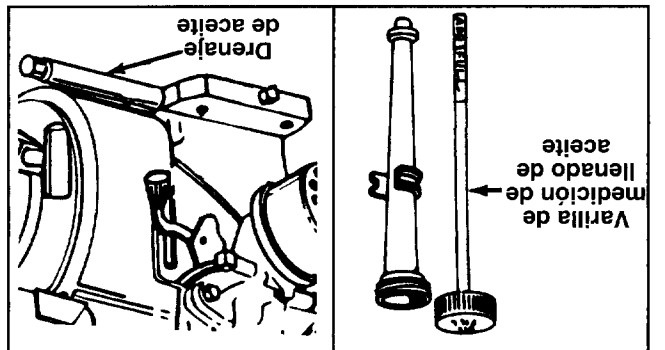

FIGURA 12.
- Revíre la tapa de drenaje de aceite. Refiérase a la figura 12. Vierta el aceite en un recipiente apropiado.
Su motor de cuatro ciclos consumirá normalmente algo de aceite, por consiguiente revise regularmente el nivel de aceite, cada cinco horas de operación aproximadamente y antes de cada uso. Apague el motor y espere varios minutos antes de inspeccionar el nivel de aceite. Con el motor nivelado, el aceite debe estar en la marca FULL de la varilla de medición (refiérase a la figura 12). Cambie el aceite del motor después de las primeras cinco horas de operación, y cada veinticuatro horas después.
- Use el aceite para motor provisto. Retire la varilla de medición de llenado de aceite. Vea la figura 12. Con la astilladora-aspiradora nivelada, use un embudo para llenar el motor con aceite a la marca FULL (LLENO) de la varilla de medición. La capacidad es de 20 onzas aproximadamente. Tenga cuidado de no llenar en exceso. La botella de aceite provista contiene 20 onzas de aceite. Inclíne la astilladora-aspiradora hacia la izquierda (desde atrás de la tolva), y a continuación nivele. Revise el nivel de aceite. Llene a la marca FULL de la varilla de medición si fuera necesario. Vuelva a colocar la varilla de medición y ajuste.